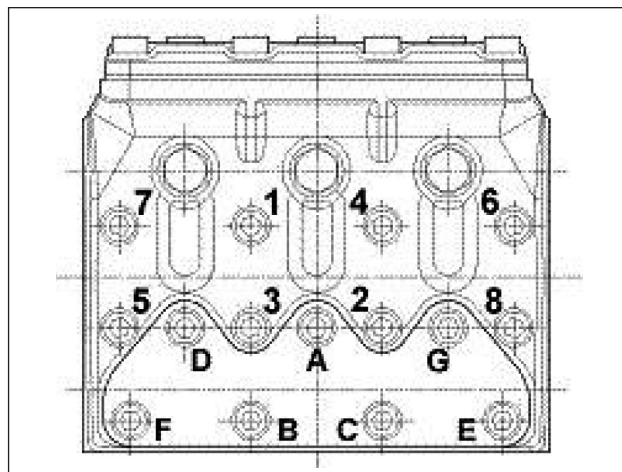

Рис. 25
* Винты крепления головки шатуна нужно затягивать в последовательности, указанной на стр. 66. ** Винты крепления торца нужно затягивать динамометрическим ключом в порядке, указанном на Рис. 25, смазав подголовки. *** Винты крепления крышек клапанов нужно затягивать динамометрическим ключом в порядке, указанном на Рис. 25, смазав подголовки. **** Винт крепления фланца 2-го ВОМ нужно затягивать динамометрическим ключом с применением фиксатора Loctite 243 синего цвета.